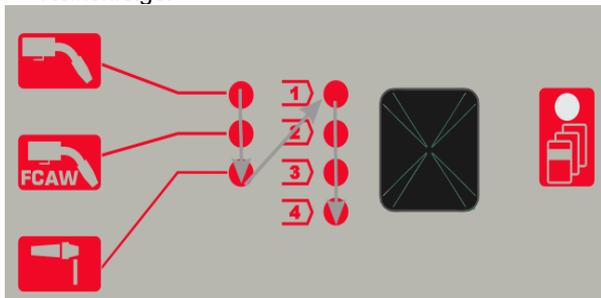

Abbildung 8
- Drücken Sie erneut die linke Taste [40], die Schweißprogrammanzeige (41 oder 42) wechselt zum nächsten Programm in der in Abbildung 8 gezeigten Reihenfolge.